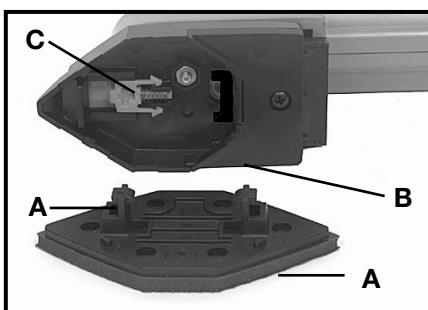

Fig. 7
Chaque patin et support de gabarit de la ponceuse à gabarits s'installe de la même manière. Chaque patin et support est équipé de deux broches de montage « A » (Fig. 7).
La première broche s'introduit dans l'orifice « B » (Fig. 7) de la ponceuse, et la seconde est verrouillée par la languette « C » (Fig. 7). Ces broches sont symétriques, permettant aux patin ou support d'être inversé. Cela permet non seulement l'utilisation des deux extrémités pointues de la feuille d'abrasif, mais aussi de trouver la position de support la mieux adaptée à l'application en cours.
1. Introduisez l'une des deux broches du patin (ou support de gabarit) « A » dans l'orifice « B » (Fig. 7) de la ponceuse à gabarits (voir Fig. 8).